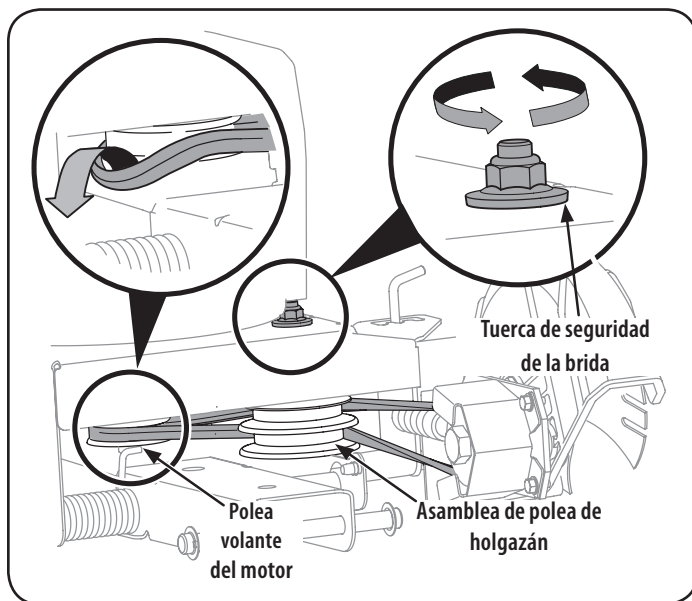

Figura 15
NOTA: Para ayudar a armar nuevamente, observe la orientación de la correa de transmisión sobre las dos poleas locas y la polea volante del motor antes de realizar los siguientes pasos. Vea la Figura 15.
1. Trabajando delante de la bordeadora, afloje la tuerca de seguridad con brida que está sobre el bastidor, permitiendo que el conjunto de la polea loca gire levemente fuera del bastidor. Vea la Figura 15.
- Con la otra mano, alcance cuidadosamente debajo de la parte posterior de la unidad y extraiga la correa de alrededor de la polea volante del motor. Vea la Figura 15.